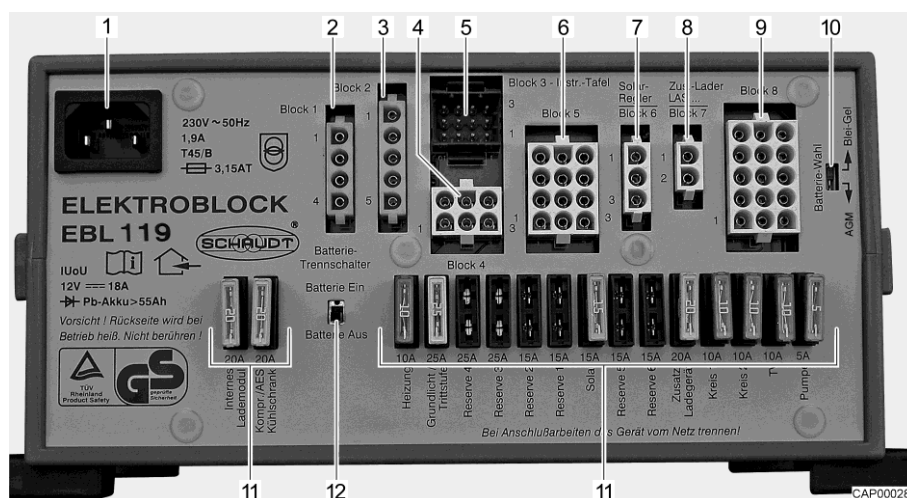

Bild 44 El-block (EBL 119)
- Koppla ifrån batteri-brytaren (Bild 44,12) på el-blocket.